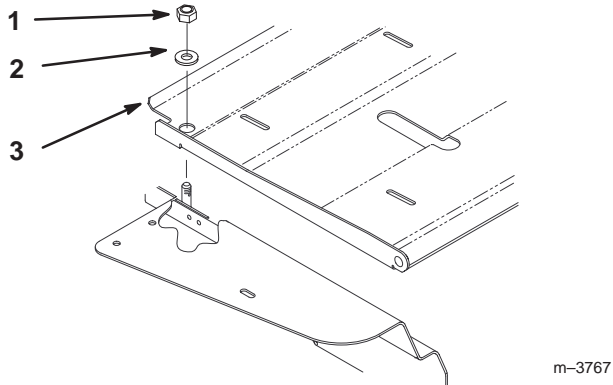

Figure 14
1. Pour régler la position du siège, enlevez le contre-écrou et la rondelle, puis basculez le siège en avant (Fig. 14).
3. Abaissez le siège et fixez-le en position à l'aide de la rondelle et du contre-écrou (Fig. 14).